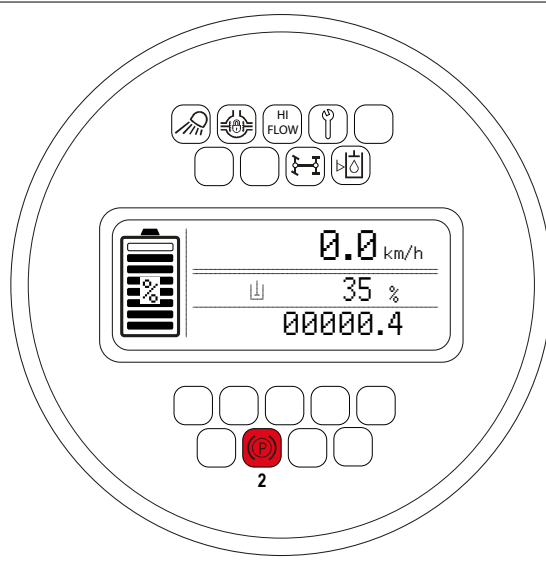

FIG. 34
- 2) Tryk på parkeringsafbryderen (FIG. 34 - Ref. 3), lyset (P) tændes.